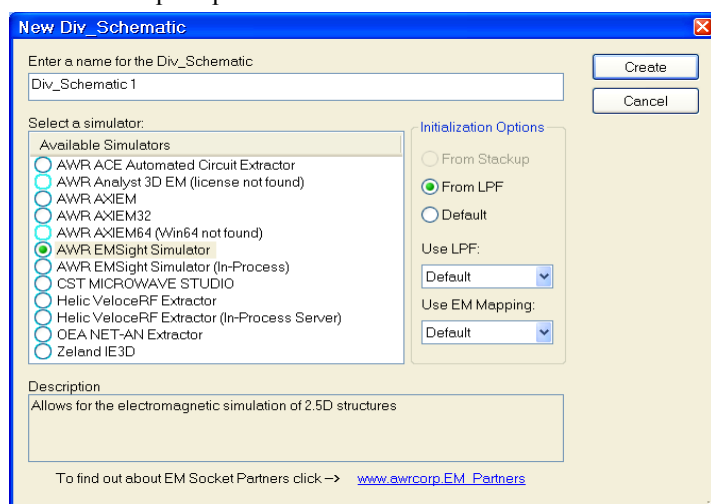
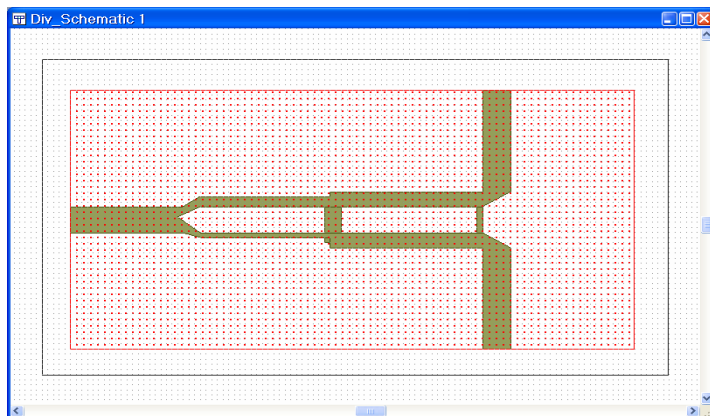

Рис. 6.81
Рис.6.82
2. Щёлкните правой кнопкой мышки по группе **EM Structures** в окне просмотра проекта и выберите **Import DXF**. В открывшемся окне найдите файл **Div_Schematic** и загрузите его в проект. Откроется окно с запросом, какие единицы измерения использовать. Введите **mm** и нажмите **OK**. В следующем окне будет сообщение, какие слои будут сгенерированы автоматически. Нажмите **OK**. Откроется окно **New Div_Schematic** (рис. 6.81). В этом окне введите имя создаваемой структуры или оставьте по умолчанию. Отметьте **AWR EMSight Simulator** и нажмите **Create**. Импортированная структура показана на рис. 6.82. Созданный по умолчанию корпус больше импортированной структуры.